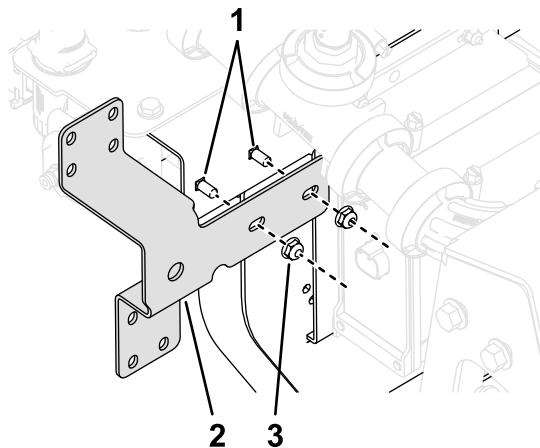

Bild 36
- Bauen sie die Regelventilhalterungsbaugruppe mit zwei Schlossschrauben (1/4-20 x 5/8") und zwei Sicherungsmuttern (1/4-20"), wie in Bild 36 zu sehen, an der Maschine ein; ziehen Sie die Schrauben mit 10 bis 12 N·m an.